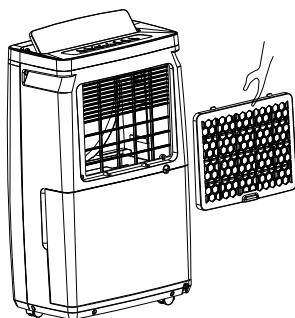

Рис. 6. Откройте декоративную решетку.
**Для проведения чистки выполните все указанные на рис. 6 действия:**